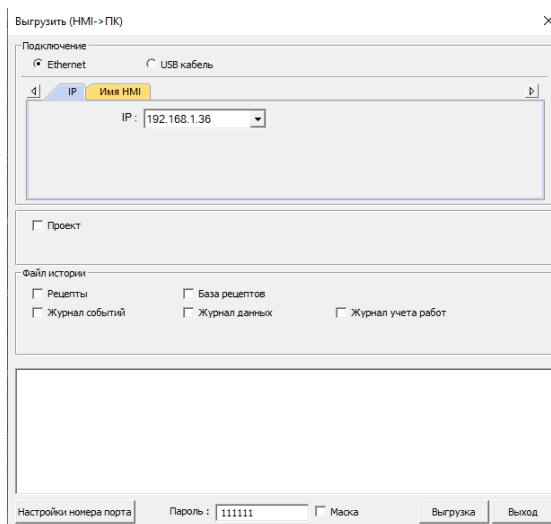

Рисунок 6.3 – Окно «Выгрузить (HMI-&gt;ПК)» ПО Utility Manger
4. В окне «Загрузка/Выгрузка» нажать на кнопку «Выгрузка». В окне «Выгрузить (HMI->ПК)» (рисунок 6.3) выбрать способ подключения к БС – с использованием Ethernet-кабеля или USB-кабеля.